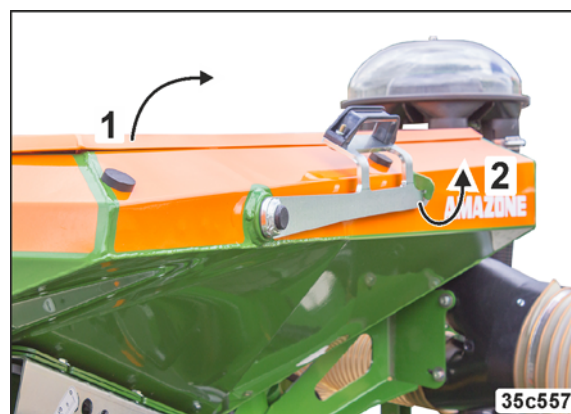

Рис. 241
4. Откройте крышку (Рис. 241/1) бункера.
- 4.1 Разблокируйте рычаг (Рис. 241/2).
- 4.2 Откройте крышку (Рис. 241/1) с помощью рычага.